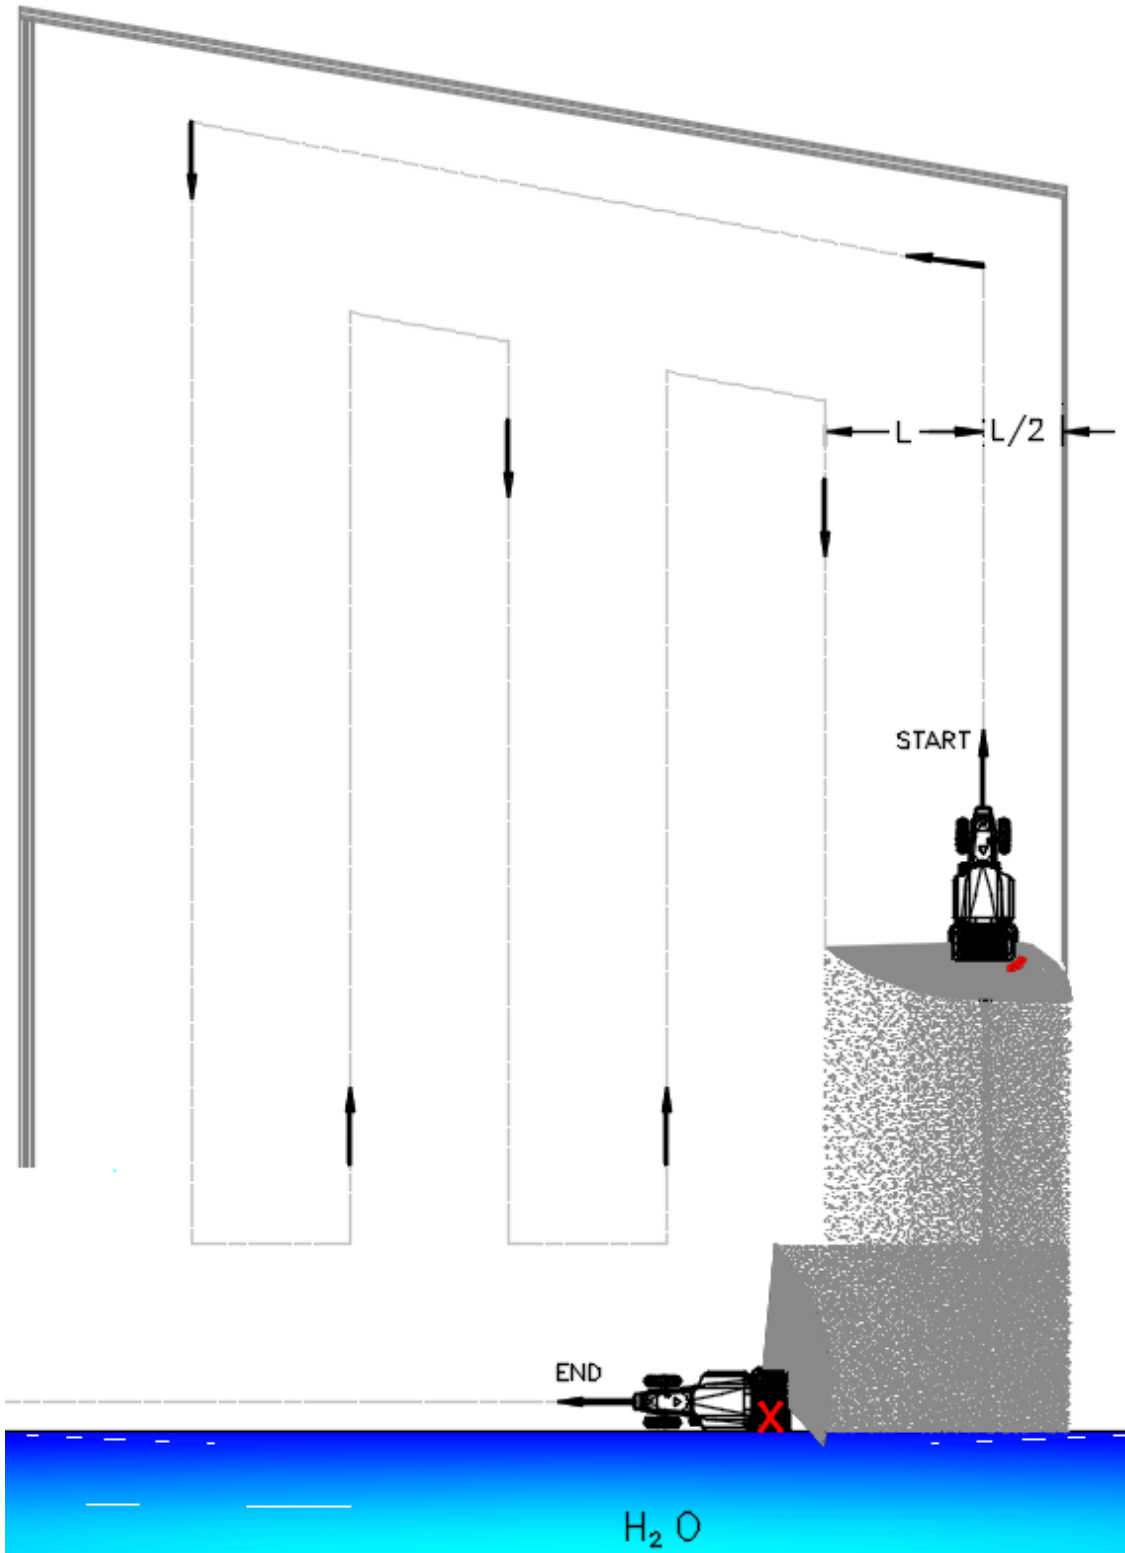

Figura 12.1 – Ej. de esparcimiento sobre el terreno
- El diagrama de la página siguiente (*Figura 12.1*) muestra, a modo de ejemplo, uno de los varios esquemas posibles para esparcir el abono o las semillas sobre el terreno. El objetivo es garantizar un esparcimiento completa, sin lagunas ni repeticiones sobre la superficie a cubrir, respetando al mismo tiempo las normas y limitaciones del terreno.